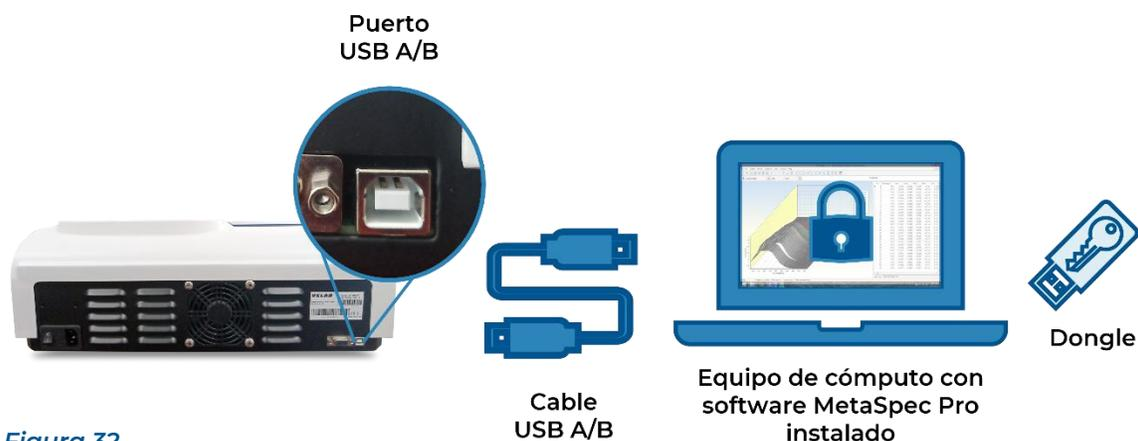

Figura 32
Para conectar establecer la conexión entre su espectrofotómetro y el software, siga los siguientes pasos (figura 32):
- 2 Inserte el cable USB A/B en el puerto correspondiente en el espectrofotómetro (figura 32). Coloque el otro extremo en el puerto USB de su equipo de cómputo.